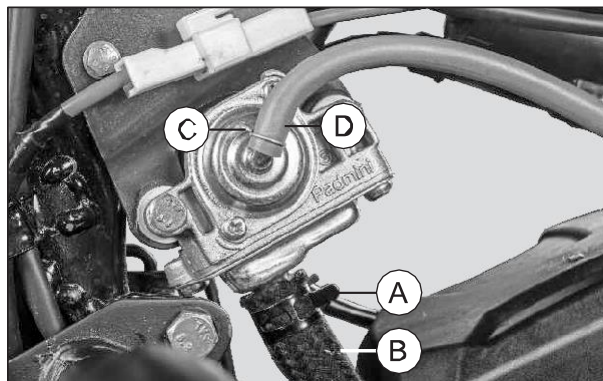

Fig. 4.39
- Desacople la abrazadera (A) de la manguera de salida de aire (B) de la válvula SAI. (Fig. 4.39)